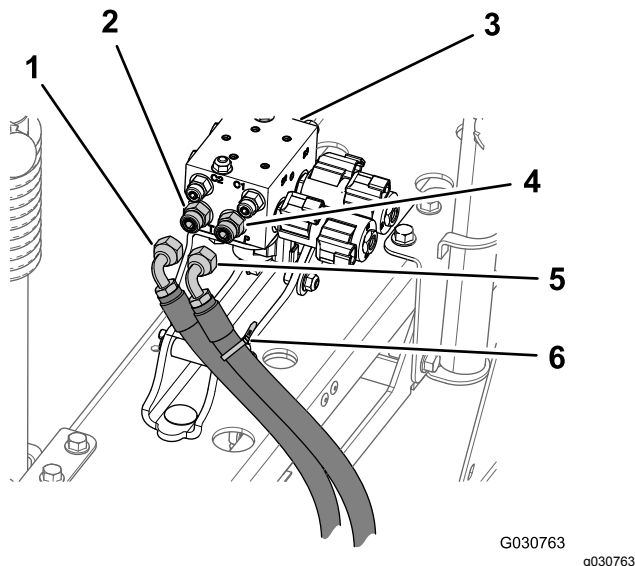

Bild 75
- Markieren Sie am Anschluss P des Auslegerhubverteilers den Hydraulikdruckschlauch mit einem Kabelbinder (Bild 75).
- Schließen Sie die Hydraulikdruck- und Rücklaufschläuche des Auslegerhubverteilers ab (Bild 75).